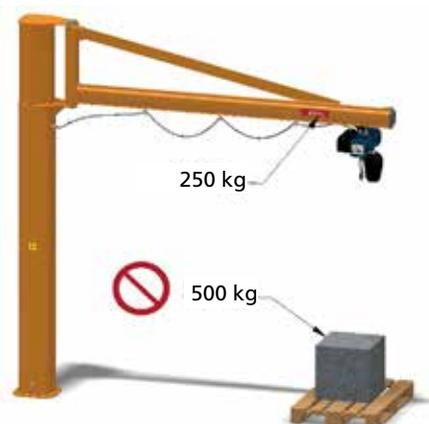

Abb.74
- ▶ **NIE** Lasten mit einer höheren Last als die Nennlast heben, noch den Kran mit einem Zug ausrüsten, dessen nominale Tragfähigkeit über der des Krans liegt (Abb. 74).